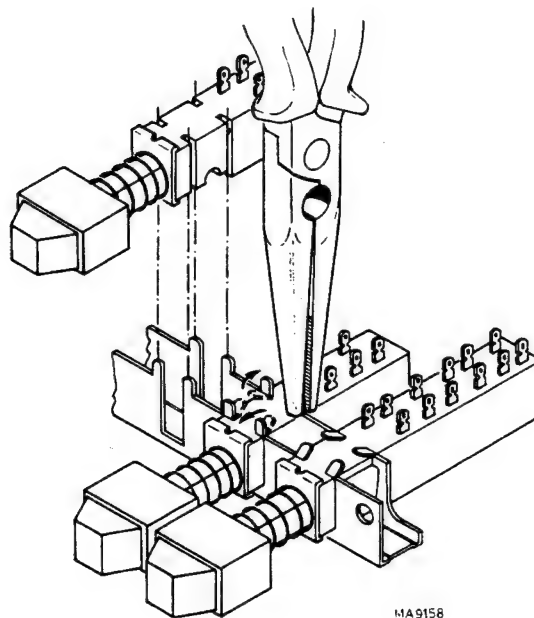

Abb. 2.10. Ersatz eines Drucktasten Schalters
- Die 4 Befestigungsfahnen des entsprechenden Schalters wie in Abb. 2.10 gezeigt, geradebiegen.